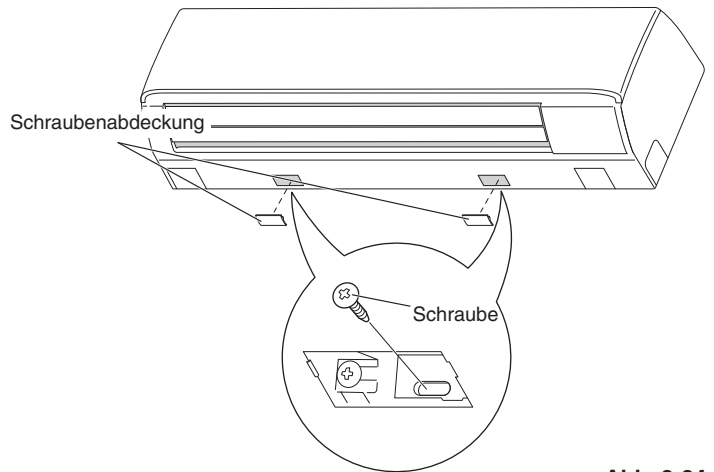

Abb. 3-34
- (1) Die Schraubenabdeckung an der Unterfläche entfernen. (Abb. 3-34)
- (2) Den Rahmen mit den zwei mitgelieferten Schneidschrauben 4 × 10 mm an der Rückwand befestigen. (Abb. 3-34)